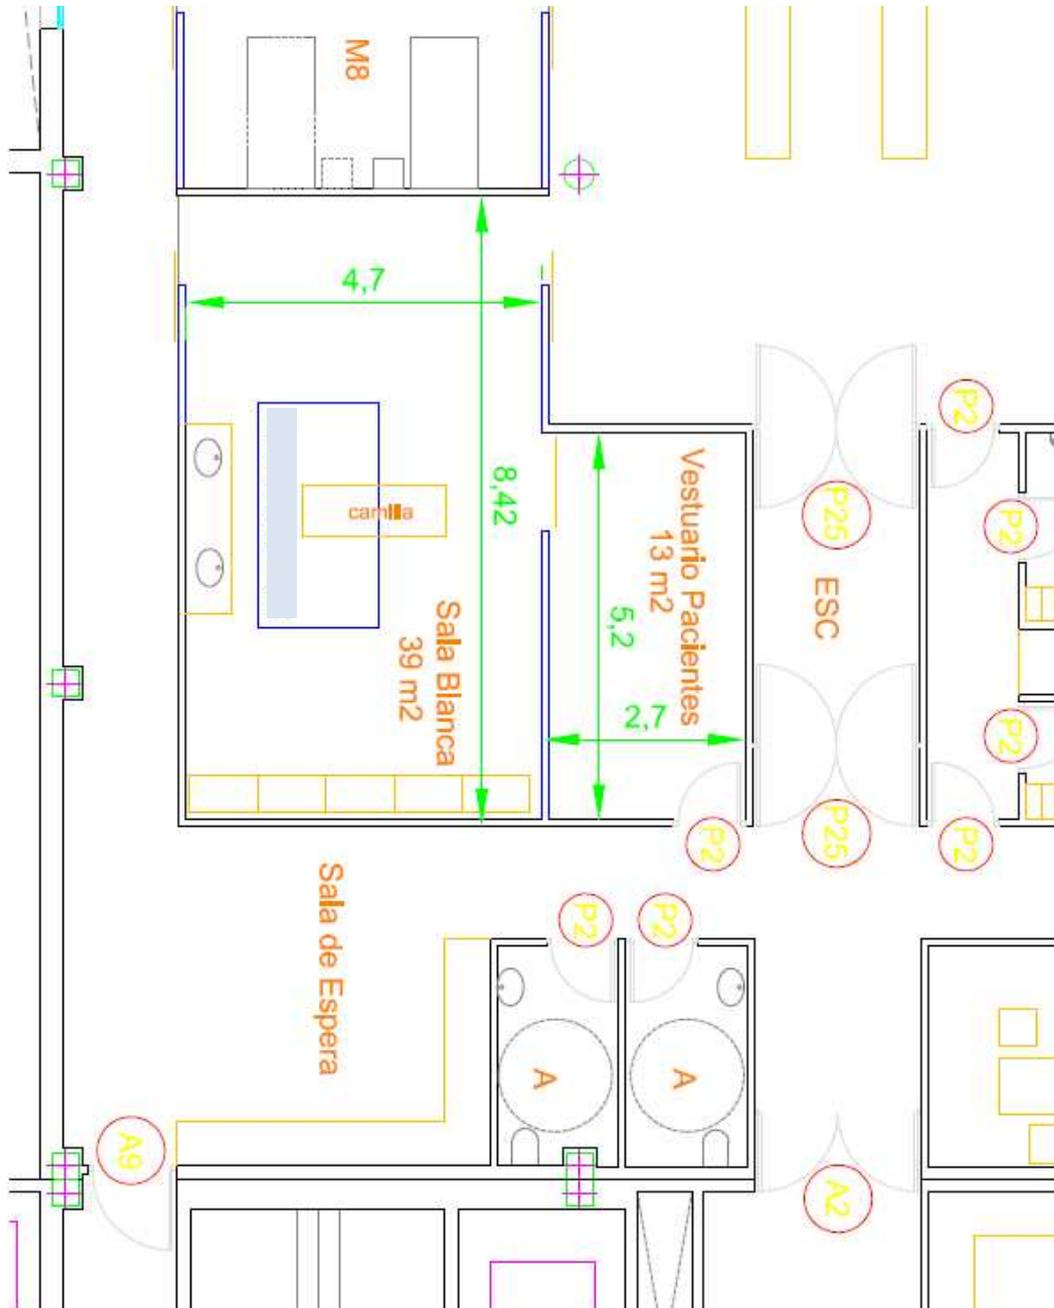

Figura 2
- Instalación de alumbrado, incluido cableado y colocación de los nuevos puntos de luz (8 Pantallas LED de 60x60 y una emergencia LED, según figura 2.